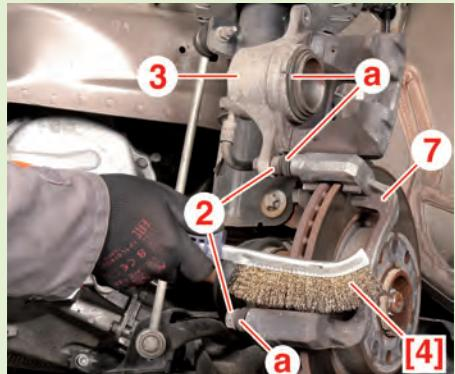

Fig.6
- A l'aide d'une brosse métallique [4], nettoyer (Fig.6) :
- le support d'étrier (7),
- l'étrier de frein (3).